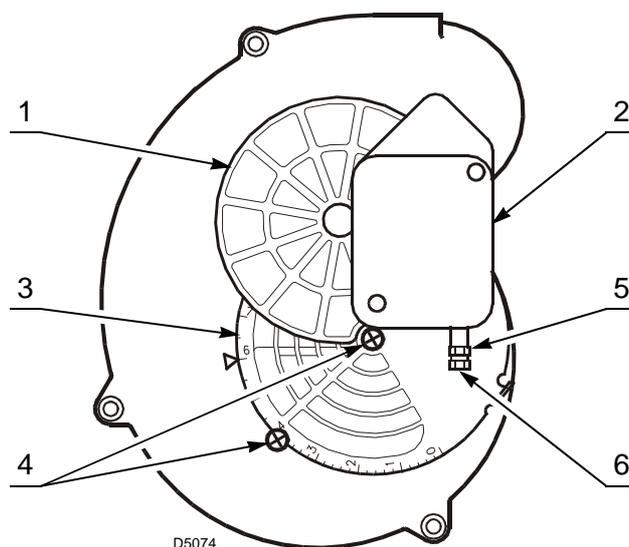

Fig. 14
- Le volet d'air mobile 1)(Fig. 14), actionné par le moteur 2), assure l'ouverture complète de la bouche d'aspiration.
Le volet d'air quitte l'usine réglé en position 6, comme indiqué sur la Fig. 14.